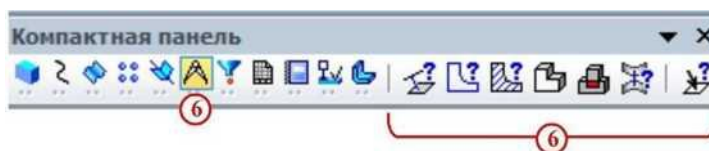

Рисунок 11 Инструментальная панель Измерения и диагностика
- кнопка вызова панели **Измерения и диагностика 6** , рисунок 11, которая предназначена для измерения различных геометрических параметров детали (расстояние или угол между вершинами, длина кривой, площадь плоскости и т.д.), а также расчет массо-центровочных характеристик модели (объема, массы, координат центра тяжести, осевых и центробежных моментов инерции);